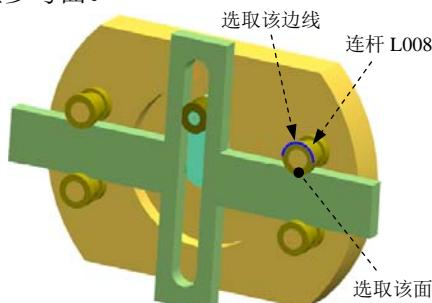

图 10.1.13 定义旋转副（六）
(1) 选择连杆。选取图 10.1.13 所示的连杆 L008。
(2) 定义原点及矢量。在“运动副”对话框的指定原点下拉列表中选取“圆弧中心”选项，在模型中选取图 10.1.13 所示的圆弧为定位原点参照；选取图 10.1.13 所示的面作为矢量参考面。
(3) 单击应用按钮，完成第八个运动副的添加。